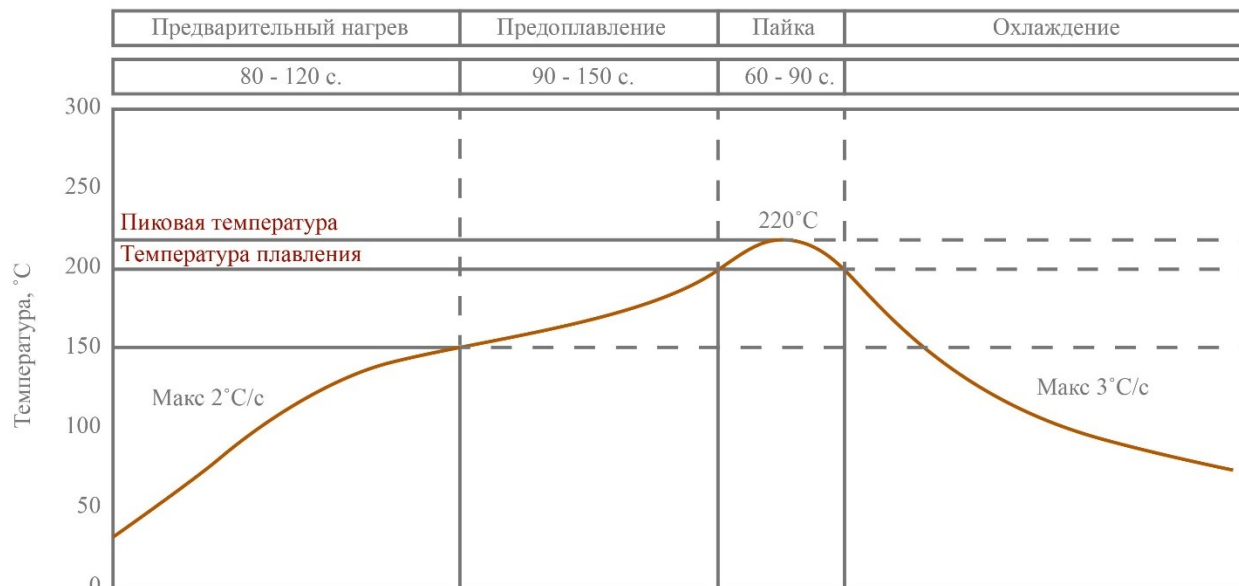

Рисунок 1 – Профиль пайки ГКВ OEM
- температура пайки не выше 220 °С по профилю согласно рис. 1;